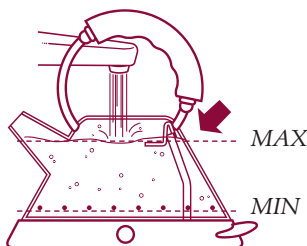

Fig. 6
- Het maximumniveau van 1,5 liter dient niet te worden overschreden (de grens wordt aangegeven door de merkstreep van het maximumniveau die zich binnen in de waterkoker bevindt (fig.6). Het overmatig vullen van de waterkoker boven het maximumniveau brengt het risico van uitstromend kokend water uit de schenktuit met zich mee, met daaruit voortvloeiend gevaar voor brandwonden.